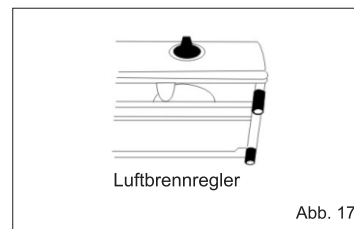

Abb. 17
- nachdem der Brenner angeschaltet ist, drehen Sie energetisch den Regulatorknopfen, bis eine blaue Flamme erscheint.(Abb. 17,18,19)